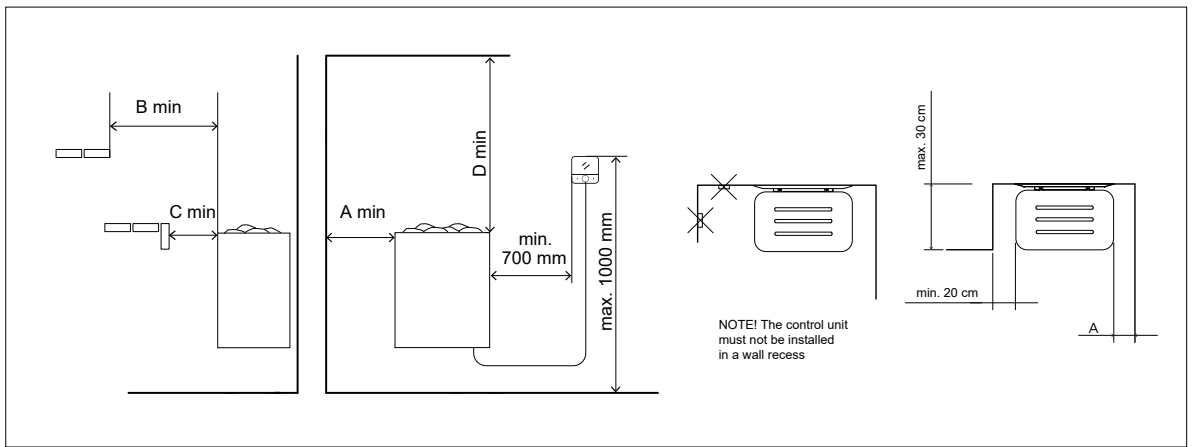

Abbildung 6.1-1. Mindestsicherheitsabstände
Bei Bedarf kann ein Ofenschutz um den Saunaofen herum gebaut werden. Dieser muss immer die in der Anleitung angegebenen Sicherheitsabstände zu brennbaren Materialien einhalten (siehe Bild 6.1-1, Tabelle 6.1-1). Eine falsche Installation stellt eine Brandgefahr dar.
- Der Saunaofen NARVI NC 4,5–6,0 kW kann auch in einer Wandaussparung installiert werden, wobei die in Bild 6.1-1 angegebenen Sicherheitsabstände unbedingt einzuhalten sind.
wird, muss der Installationsort mindestens den Mindestschutzabstand (0,7 m) zum Heizgerät und höchstens einen Meter (1 m) über dem Boden betragen. (Siehe Abbildung 6.1-1). Stromversorgungskabel und das Kabel des Bedienfelds sollten nicht nebeneinander verlegt werden, um Störungen zu vermeiden.